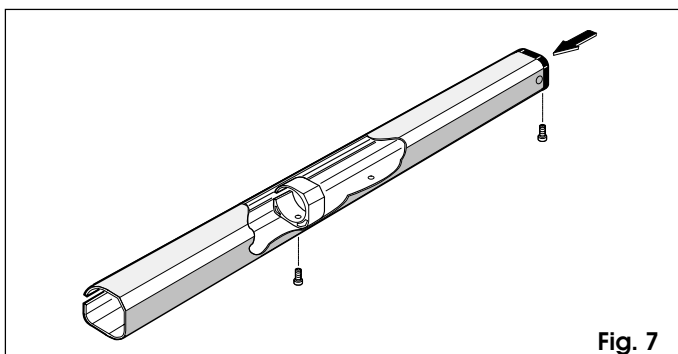
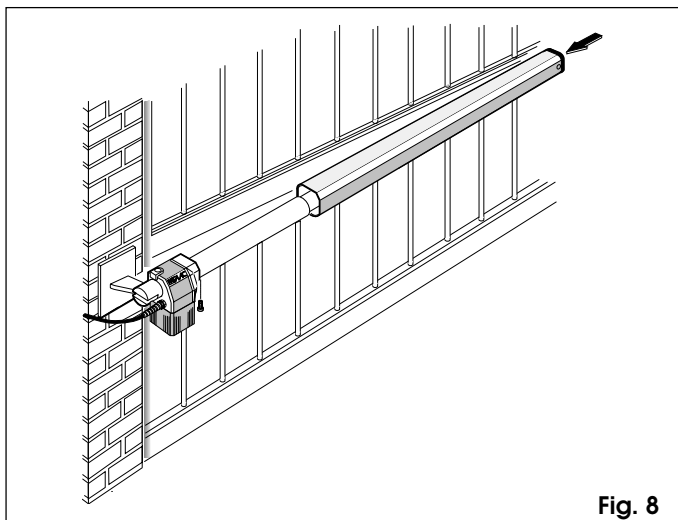

Fig. 7
Fig. 8
- 12) Prepare el cárter de protección (fig. 7) y aplíquelo al operador, como en la fig. 8.
- N.B.:** Fije el collar de guía del cárter en el agujero más lejano respecto al tapón de cierre (fig. 7).